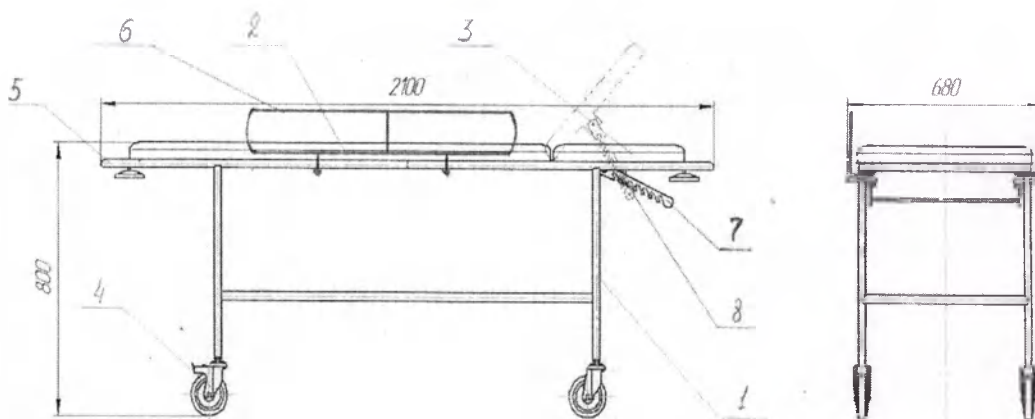

Рисунок 1
2.1 Тележка (см. рис.1) представляет собой каркас 1, сваренный из стальных труб, на котором закреплено ложе 2 и подголовник 3. Тележка установлена на четыре колеса 4 два из которых с тормозом и снабжена ручками 5 и ограждениями 6 установленными по бокам тележки. Подголовник устанавливается в наклонное положение вручную при помощи гребёнок 7 и крючков 8 которые зацепляются между собой.